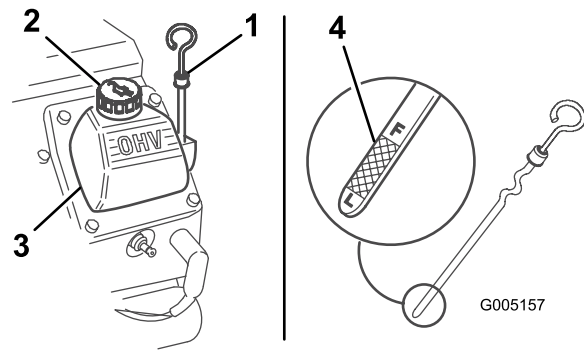

Bild 24
3. Reinigen Sie den Bereich um den Ölpeilstab (Bild 24).
4. Ziehen Sie den Peilstab heraus und wischen Sie das Metallende ab (Bild 24).
5. Schrauben Sie den Ölpeilstab vollständig in das Peilstabrohr (Bild 24).
7. Reinigen Sie bei niedrigem Ölstand den Bereich um den Ölfülldeckel und nehmen den Deckel ab (Bild 24).
12. Entfernen Sie den Ölfülldeckel (Bild 24) und gießen Sie ungefähr 80 % der angegebenen Ölmenge langsam in die Ventilabdeckung ein.